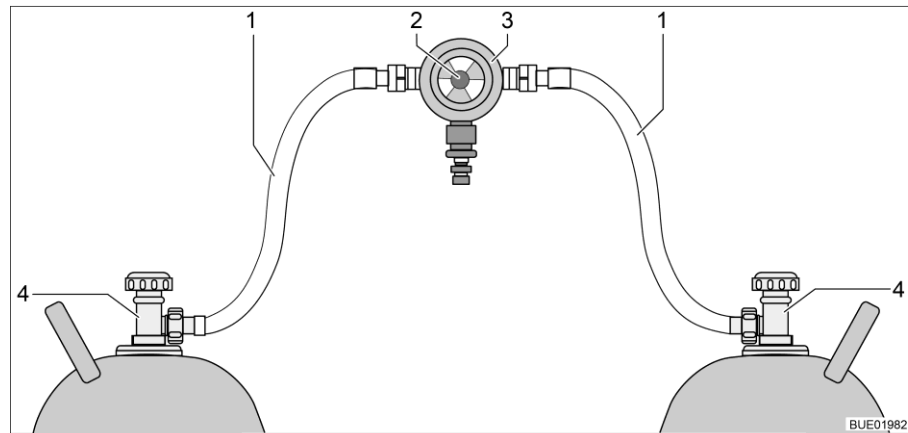
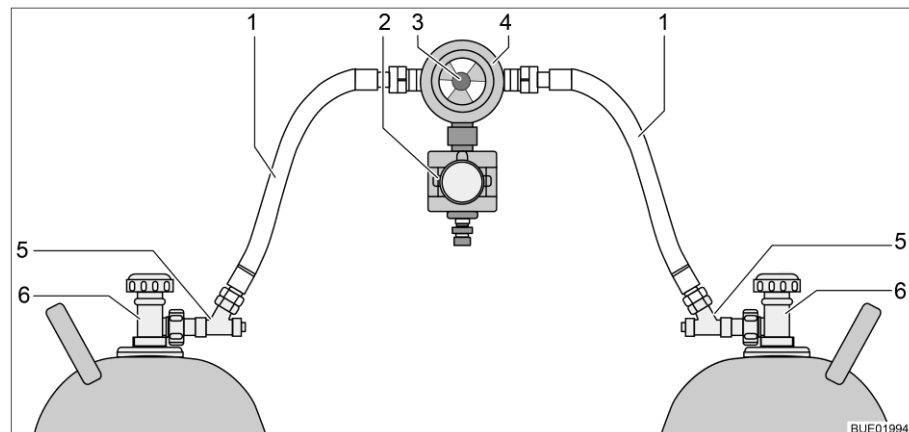

Bild 63 Omkopplingsenhet för gasflaskor
Bild 64 Omkopplingsenhet för gasflaskor med CPU
Omkopplingsenheten för gasflaskorna består av en kombinerad gastrycksregulator med omkopplingsventil och visning (Bild 63,3). Omkopplingsenheten för gasflaskor är monterad mellan de två gaslangarna (Bild 63,1).
Omkopplingsenheten för gasflaskorna består av en kombinerad gastrycksregulator med omkopplingsventil och visning (Bild 64,4) och en elektroventil (Bild 64,2). Elektroventilen spärrar vid kraftig bromsning, olycksfall eller kraftig lutning, av gastillförseln till fordonet. Omkopplingsenheten för gasflaskor är monterad mellan de två gaslangarna (Bild 64,1) med slangbrottssäkringar (Bild 64,5).
Med vredet (Bild 63,2 resp. Bild 64,3) på omkopplingsenheten, ställer du in vilken av gasflaskorna som ska användas som driftflaska och vilken gasflaska ska användas som reservflaska.
Med kontrollenheten (Bild 65) kan endast de elektriska funktionerna styras. Gasflaskornas huvudavstängningsventiler (Bild 63,4 resp. Bild 64,6) måste öppnas eller stängas för hand.
- Öppna huvudavstängningsventilerna på gasflaskorna (Bild 63,4 resp. Bild 64,6).
- Tryck in slangbrottssäkringarna (Bild 64,5) i 10 sekunder, efter varandra.
- Välj med vredet (Bild 63,2 resp. Bild 64,3) på omkopplingsenheten, gasflaskan som ska prioriteras (driftflaska).
- Stäng huvudavstängningsventilerna på gasflaskorna (Bild 63,4 resp. Bild 64,6).